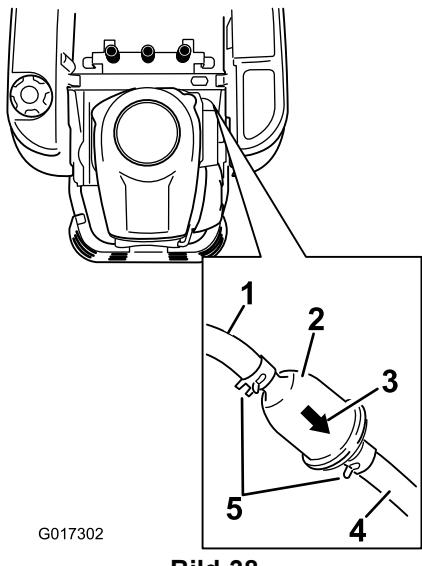

Bild 38
3. Ermitteln Sie den Kraftstofffilter an der Seite des Motors, wie in dargestellt Bild 38.
4. Drücken Sie die Enden der Schlauchklemmen zusammen und schieben Sie sie vom Filter weg (Bild 38).
6. Setzen Sie einen neuen Filter ein. Der Pfeil für die Flussrichtung muss vom Kraftstofftank zum Motor zeigen. Schieben Sie die Schlauchklemmen eng an den Filter (Bild 38), um ihn zu befestigen.